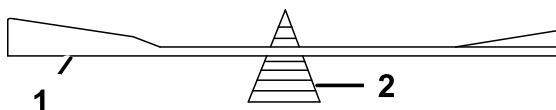

Figura 67
- Verifique el equilibrio de la cuchilla colocándola sobre un equilibrador de cuchillas (Figura 67).